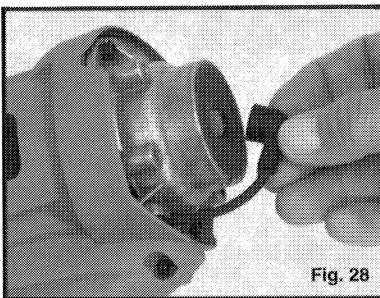

Fig. 28
4. Tire del conjunto de cable y funda hasta separarlo de la bujía (ver la Fig. 28).